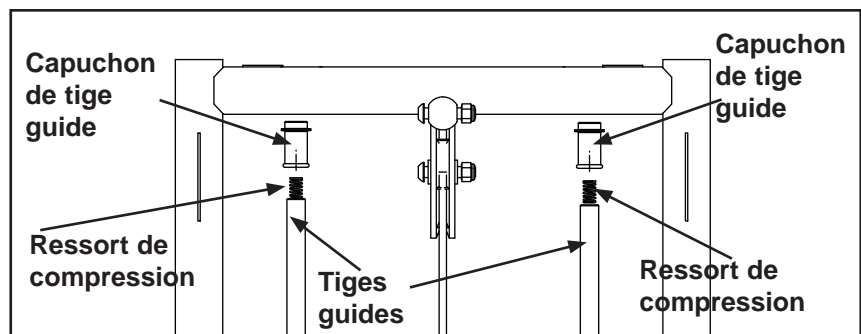

Figure 2
- E. Relâchez lentement la prise du capuchon de la tige guide. Reportez-vous à la figure 2. **REMARQUE :** Le capuchon de la tige guide comprend un ressort de pression qui s'échappe si la prise n'est pas relâchée lentement.